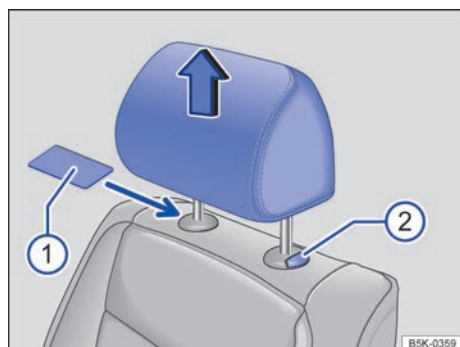

Fig. 72 Desmontaje de un apoyacabezas delantero o trasero (representación esquemática).
- De ser necesario, para desbloquearlo puede introducir un objeto plano (una tarjeta de plástico, p. ej.) entre el tapizado del respaldo y la tapa de la barra del apoyacabezas → fig. 72 ①.
- Extraiga el apoyacabezas mientras presiona la tecla ② hasta el tope.